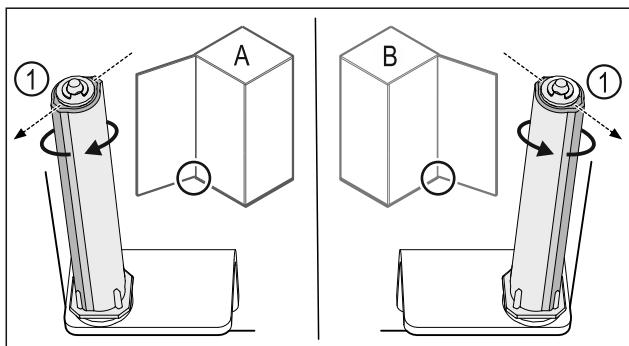

Fig. 45 Atidarymas į kairę (A) / atidarymas į dešinę (B)
- Sukite uždarymo sistemą, įveikdami pasipriešinimą, kol uždarymo sistemos pertvara Fig. 45 (1) bus nukreipta į išorę.